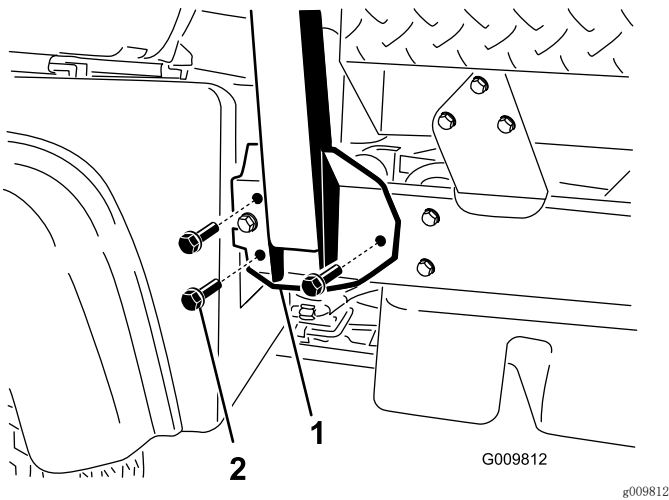

图4
2. 将 ROPS 的两侧与机器机架两侧中的安装孔对齐 (图4)。
3. 在每侧各用 3 个凸缘头螺栓 (1/2 x 1 1/4 英寸) 将 ROPS 安装支架固定到机器机架上 (图4)。